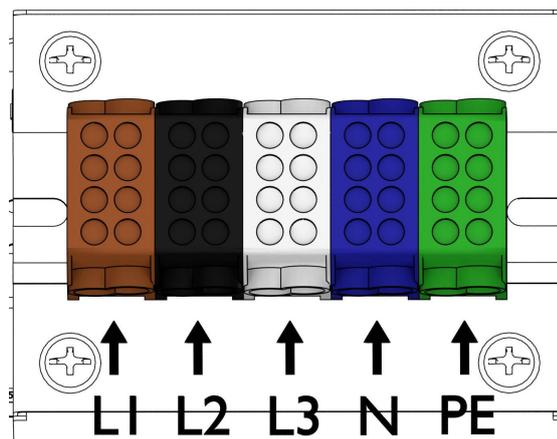

Abbildung 2.14: Anschlüsse der Zuleitung
- Die Adern der Zuleitungsleitung sind am Klemmbrett wie in der Abbildung 2.14 anzuschließen. Warnung: Ein fehlerhafter Anschluss kann die Ladestation dauerhaft schädigen.